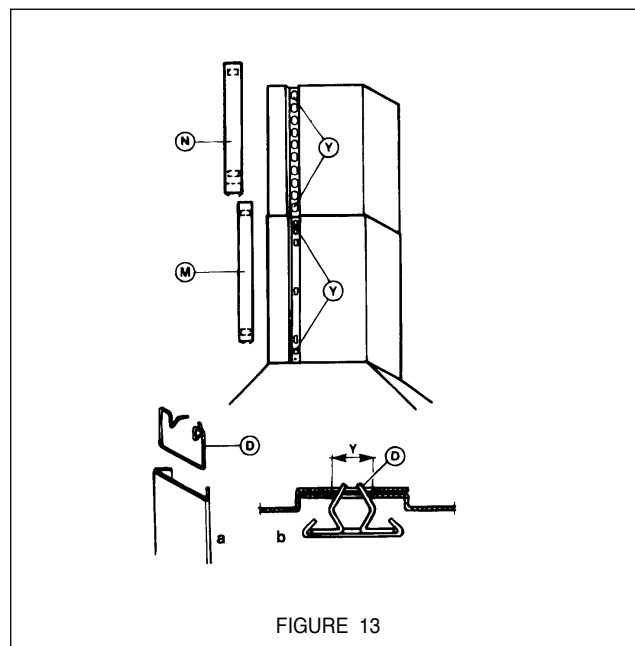

**FIGURE 11**
**8.** Installer le couvercle de cheminée au support. Le couvercle de cheminée comprend deux sections chacune ayant deux pièces. La section supérieure du couvercle de cheminée (**S**) doit d'abord être installée, puis la section inférieure (**I**). Les **FIGURES 11 et 12** illustrent l'assemblage du couvercle de cheminée. La section inférieure s'ajuste par-dessus la section supérieure. Une fois les couvercles en position, utiliser des vis pour attacher le haut et le bas de chaque couvercle au support.